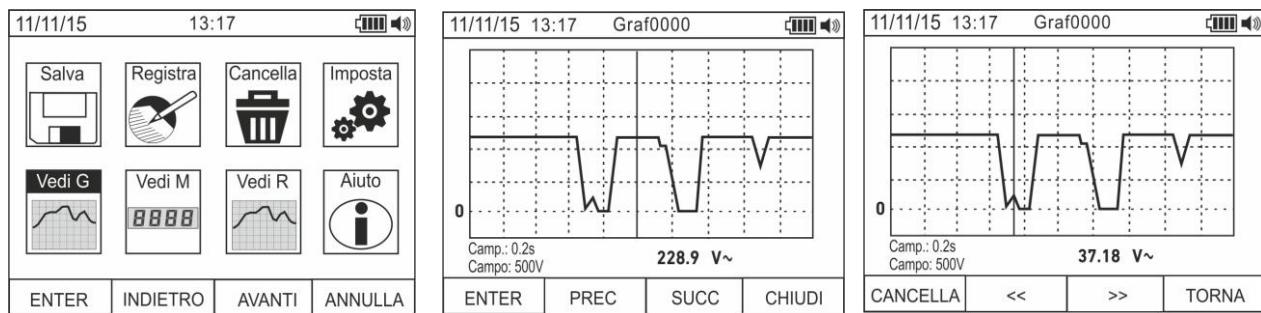

Fig. 18: Richiamo grafici a display
27. Usare i tasti **F2** o **F3** per selezionare l'icona “Vedi G” e premere il tasto **F1** (vedere Fig. 18 – parte sinistra)
28. Usare i tasti **F2 (PREC)** o **F3 (SUCC)** per selezionare il grafico desiderato tra quelli salvati nella memoria dello strumento e premere il tasto **F1 (ENTER)** per aprire il grafico (vedere Fig. 18 – parte centrale)
29. Usare i tasti **F2 (<<)** o **F3 (>>)** per muovere nelle due direzioni il cursore presente all'interno del grafico osservando il corrispondente valore nella parte bassa del display (vedere Fig. 18 – parte destra)